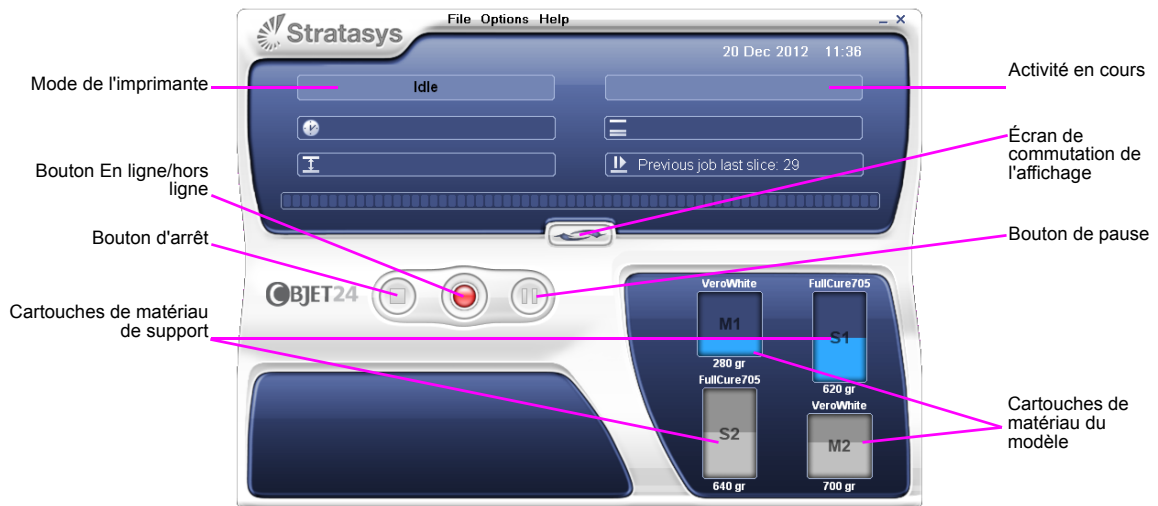

Figure 6-3 : Interface Objet30
L'écran d'interface de l'imprimante Objet s'ouvre (voir la figure 6-3). L'ensemble de la surveillance et du contrôle de l'imprimante passe par cette interface.
Objet30 utilisent deux cartouches de matériau de modèle et deux cartouches de matériau de support, d'un poids individuel de un kilogramme lorsqu'elles sont pleines. Une représentation graphique des cartouches chargées et de leur contenu est affichée dans l'interface de l'imprimante (voir la figure 6-3).
5. Vérifiez dans l'interface de l'imprimante que la nouvelle cartouche est détectée et que son poids est affiché (voir la figure 6-3).
2. Vérifiez que la quantité de matériau de modèle et de support chargée est suffisante, comme indiqué dans l'interface de l'imprimante (voir la figure 6-3). Vous pouvez remplacer des cartouches de matériau de modèle et de support actuellement chargées dans l'imprimante pour éviter de le faire pendant l'impression.
1. Si l'imprimante est en mode hors ligne, mettez-la en mode en ligne en cliquant sur le bouton rouge au bas de l'interface de l'imprimante (voir la figure 6-3 à la page 3).